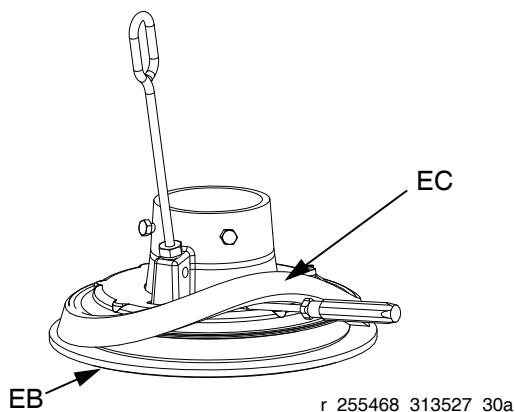

FIG. 17: Distanziatore scorrevole
3. Inclinare il distanziatore (EC) con la mano e allontanarlo dalla piastra, tirandolo verso il basso oltre la flangia e gli eccentrici inferiori (EB). Vedere FIG. 17.
4. Conservare il distanziatore (EC), in quanto necessario per altre applicazioni.
2. Assicurarsi che il diametro maggiore del distanziatore (EC) sia rivolto verso il basso. Spostare a mano il distanziatore (EC) verso l'alto, oltre la piastra, completamente sopra la flangia della piastra. Vedere FIG. 17.